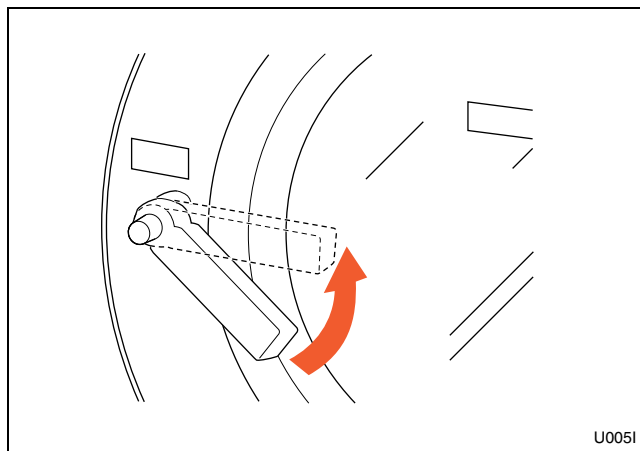

Figura 6
4. Cierre la puerta y gire la manija en sentido contrario a las agujas del reloj hasta que salga el botón. Consulte la Figura 6.